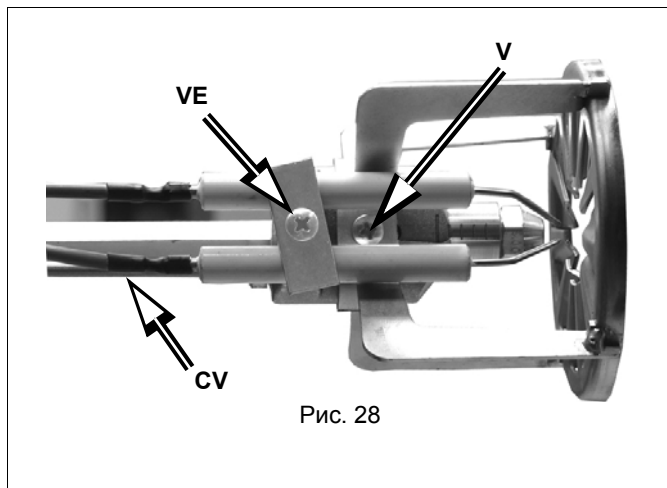
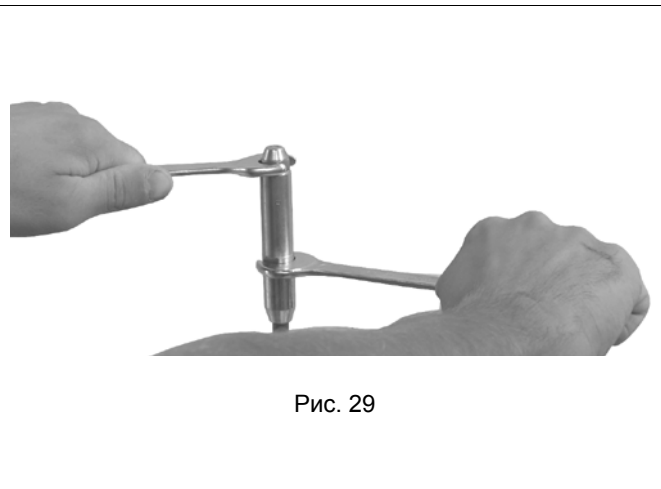

Рис. 28
Рис. 29
Прежде чем приступить к демонтажу форсунки и электродов, отсоединить кабели **CV** (Рис. 28), снять размеры, указанные на Рис. 29. и записать в таблице Таб. 3.
- 12 Открутить винт **V**, который крепит голову сгорания, и отсоединить голову от держателя форсунки (Рис. 28).
- 13 Открутить винт **VE**, который крепит электроды, вынуть их, почистить и, при необходимости, заменить (Рис. 28).
⚠ При снятии форсунки обязательно использовать два ключа, как показано на Рис. 29, во избежание повреждения опорной плиты компонентов горелки!
- 15 установить на место все компоненты, не забывая затянуть винты **V** и **VE** (Рис. 28); подсоединить кабели **CV**, тщательно соблюдая отметки, ранее снятые и записанные в таблице на стр.22 (См. "Регулирование головы сгорания")